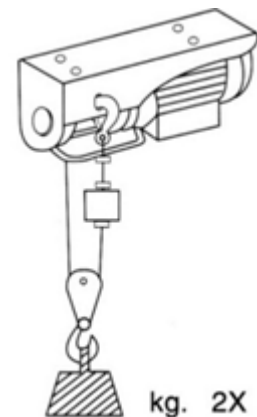

Abb.2
5. Lösen Sie die Bolzen, Unterlegscheiben und Muttern der Riemenscheibe (1, Abb.3) und entfernen Sie den Haken (2, Abb.3). Folgend hängen Sie die Riemenscheibe über das Kabel (3, Abb.3). Platzieren Sie jetzt die Bolzen, Unterlegscheiben und Muttern wieder zurück und sichern Sie diese Handfest. Ziehen Sie jetzt Bolzen und Muttern kräftig fest (Abb.3). **WICHTIGER HINWEIS! Sichern Sie den Kabelhaken an dem Körper des Seilzugs in dem dazu bereits integrierten Auge (Abb.2).**